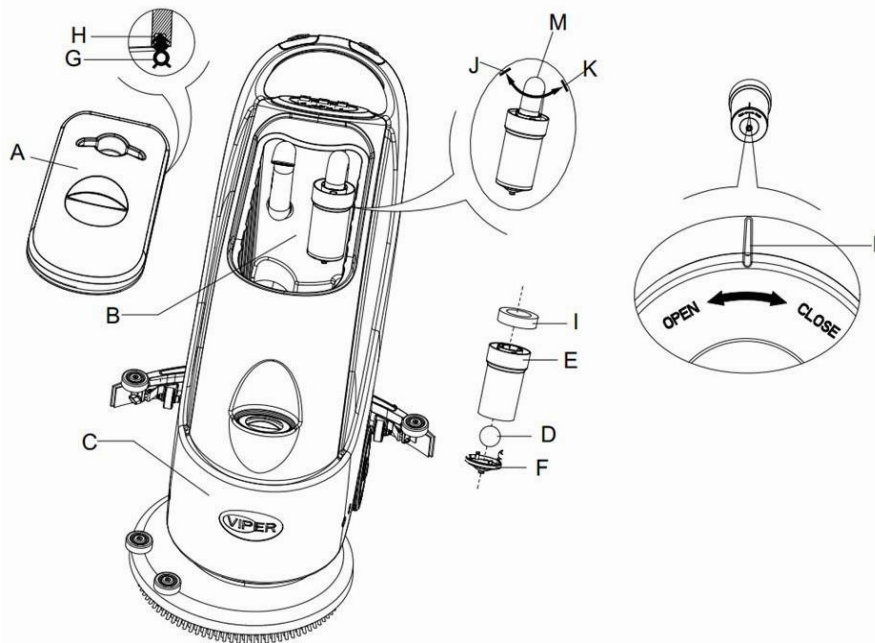

Figure 16
2. Appuyez sur l'interrupteur d'alimentation (41) sur la position "O" pour éteindre la machine.
3. Ouvrez le couvercle du réservoir de récupération (A, **Figure 16**) et retirez le dispositif de flotteur (36) du réservoir de récupération.
4. Utilisez de l'eau propre pour nettoyer le couvercle du réservoir de récupération (A), le réservoir (B et C) et le cadre de support du filtre à flotteur (E). À l'aide du flexible de vidange (15), vidangez toute l'eau du réservoir d'eau sale.
5. Si nécessaire, en suivant les symboles "Ouvrir" et "Fermer" comme indiqué sur la **Figure 16**, ouvrez le couvercle du fond (F) du filtre à flotteur et nettoyez le flotteur (D), le cadre de support du filtre à flotteur (E) et le filtre éponge (I). Après le nettoyage, fixez le flotteur sur le cadre de support du filtre à flotteur (E) puis alignez la rainure de marquage (L) du couvercle du fond (F) du filtre à flotteur avec la rainure de marquage (L) du cadre de support du filtre à flotteur (E). Serrez le couvercle du fond (F) du filtre à flotteur en le tournant et fixez le filtre éponge (I) sur le cadre de support du filtre à flotteur (E) puis sur le tube d'aspiration (M).
6. Vérifiez la solidité de la bague d'étanchéité (G) du couvercle du réservoir d'eau.
Si nécessaire, la bande d'étanchéité du réservoir d'eau (G) peut être retirée de la rainure (H) et remplacée. Lors de l'assemblage d'une nouvelle bande d'étanchéité sur le réservoir d'eau, sache comme indiqué sur la **Figure 16** ci-dessous, installez le raccord sur la section médiane de la partie arrière.
7. Vérifiez si la surface de réception de la bande d'étanchéité (G) est intacte et isole correctement.
8. Fermez le couvercle du réservoir de récupération (A).